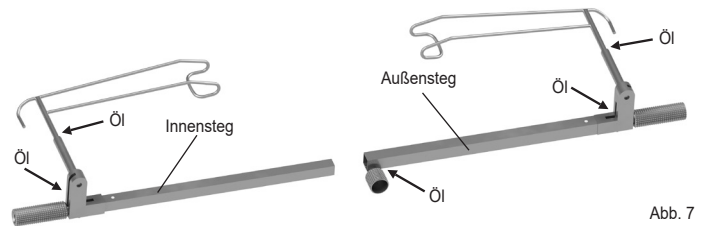

Abb. 7
- Bringen Sie das Instrumentenöl punktuell auf die zu öfende Fläche auf (Abb. 7).